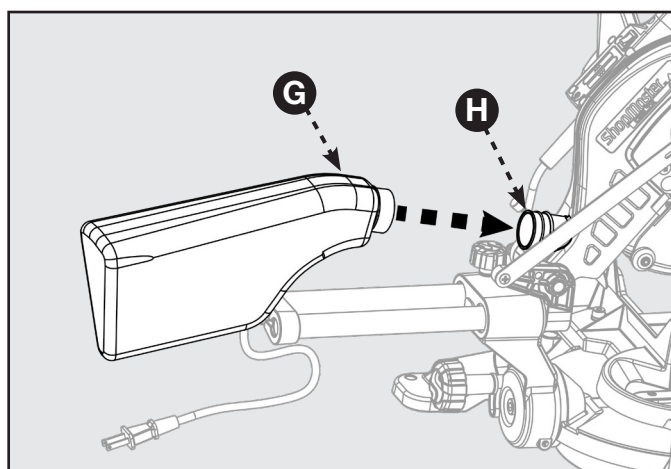

FIGURE 8
L'outil comprend un sac à poussière qui s'attache par-dessus l'orifice d'échappement sur le protège-lame supérieur. Pour installer, faites glisser le collier en plastique (G) du sac à poussière sur l'orifice de poussière (H). Voir la figure 8.
1. Le compartiment à piles (A) se trouve dans le bras de commande à l'arrière de la scie. Voir figure 8.
2. À l'aide de l'extrémité cruciforme de la clé de lame fournie, enlevez la vis (B) qui retient le couvercle du compartiment et soulevez le couvercle.